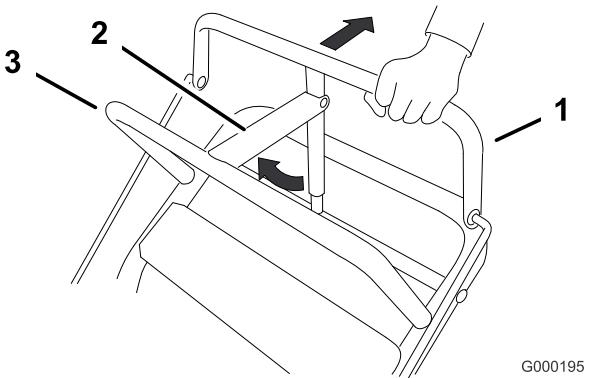

Figura 7
1. Tire hacia atrás de la barra de control superior (Figura 7) y sujetela en esa posición.
2. Levante la palanca del freno de estacionamiento (Figura 7) y suelte poco a poco la barra de control superior. La palanca de freno debe permanecer en posición puesto (bloqueado).